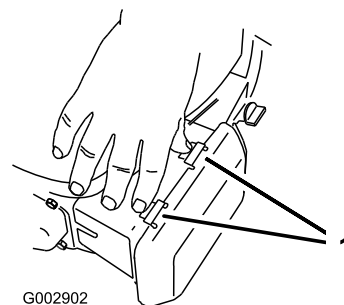

Рисунок 37
1. Нажмите книзу на язычки защелок наверху крышки воздухоочистителя (Рисунок 37).